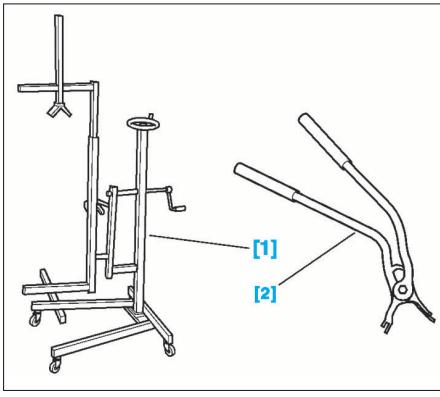

FIG. 35
- [1] Support de porte CELETT(E(Fig.35).
- [2] Extracteur d'axe Ref.1355-B(Fig.35).